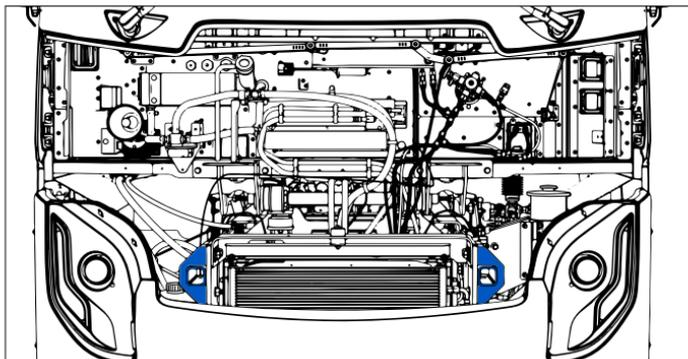

Figure 27 - Traverse
1. Ouvrez le capot (**Figure 27**) et repérez les traverses.